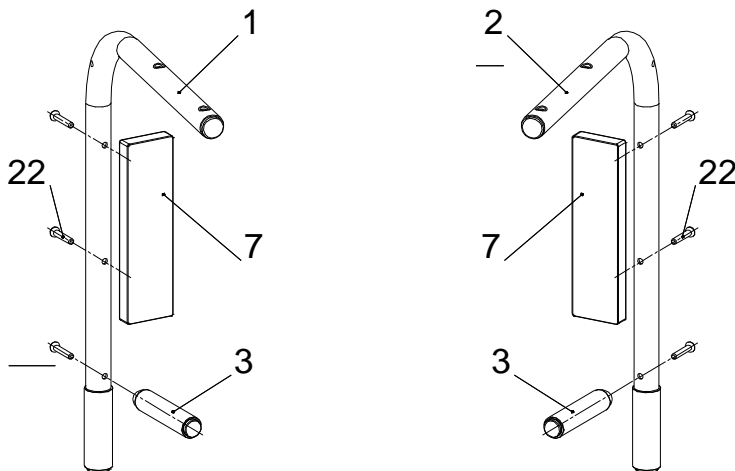

Рис. 1
10.4.1 Собрать рукоятки Турника (рис. 1).